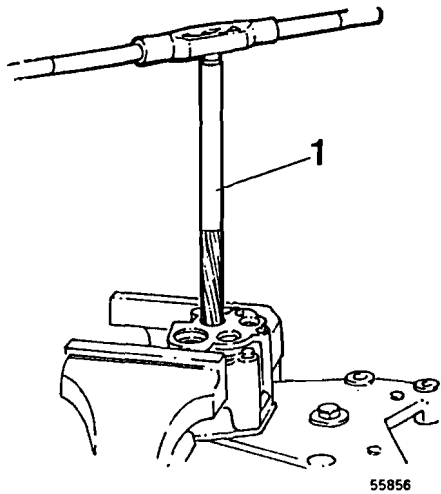

Fig. 209
- 10 Escariar los casquillos en el cuerpo de la bomba y consola. **Todos los casquillos de un eje se escarian al mismo tiempo, véase fig. 209.**